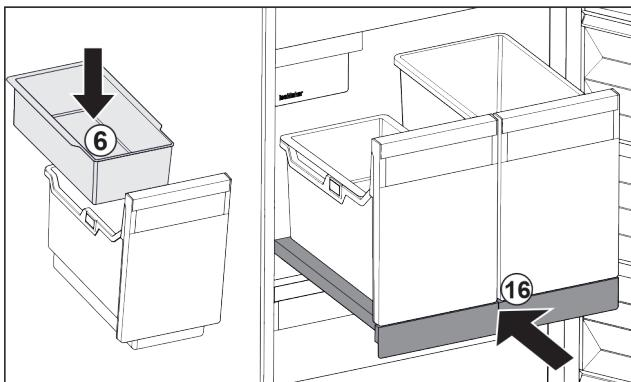

Fig. 91
- Vsadte závěsnou misku Fig. 91 (6) pro kostky ledu.
- Zasuňte vysouvací příhrádku s nádobou (IceTower). Fig. 91 (16)